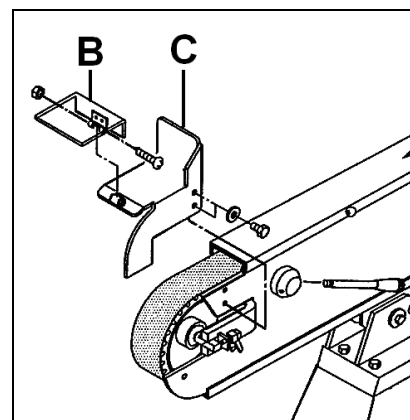
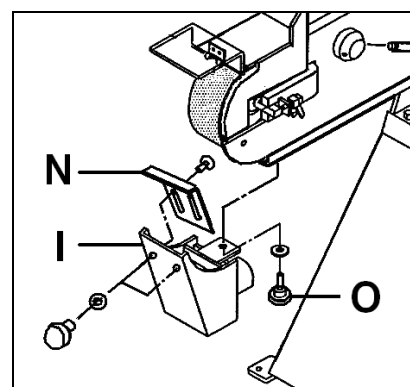

Fig 5
Fig 6
Monter la butée de pièces (C, Fig 5) avec 2 vis et des rondelles.
Monter la chambre à étincelles (I, Fig 6) avec la vis moletée (O) et une rondelle.
Refermer l'écran de protection contre les étincelles (B, Fig 5) et le carter inférieur de la bande (N, Fig 6).
Refermer le carter inférieur de la bande (N, Fig 6).